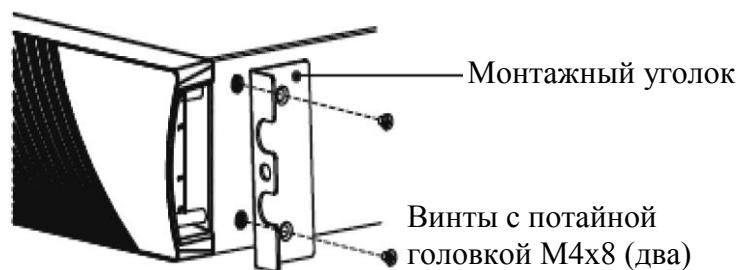

Рис. 6 Установка монтажных кронштейнов
9. Расположите монтажные кронштейны вдоль линии винтовых отверстий на каждой стороне ИБП и зафиксируйте их с помощью входящих в комплект винтов с потайной головкой M4×8 (см. Рис. 6)